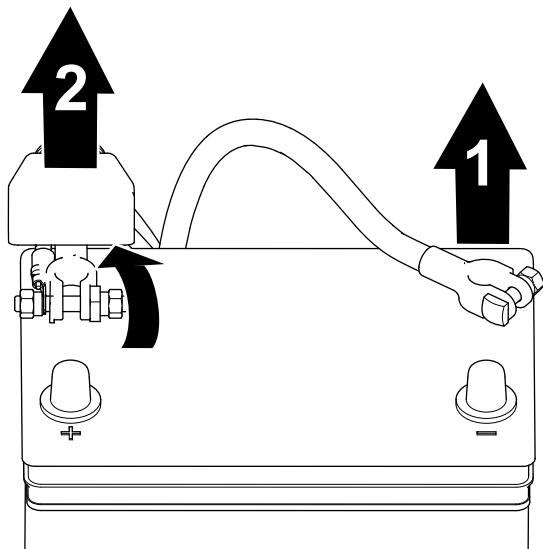

図 37
1. バッテリー端子から、マイナスケーブルを外す図 37。
2. バッテリーのプラスケーブルについている絶縁バーを外して、プラスケーブルをバッテリーから外す図 37。